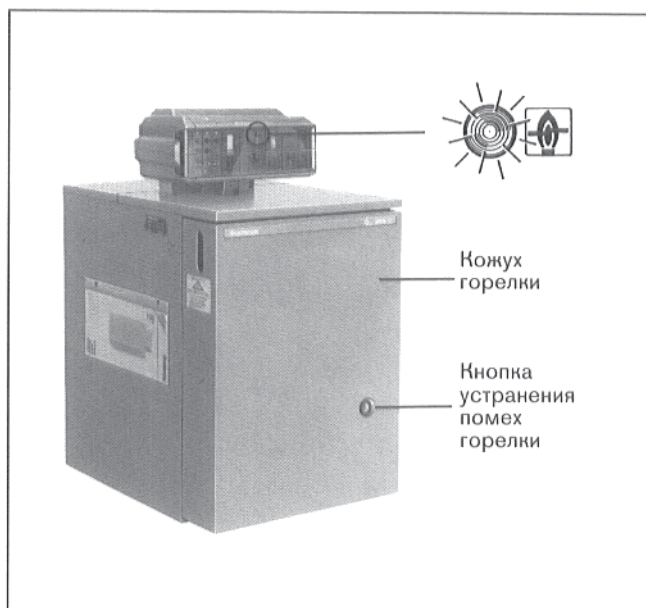

Рис. 3: Кнопка устранения помех горелки отопительного котла G-205 U
- Если светится контрольная лампочка у регулятора (рис. 3), то необходимо нажать кнопку для устранения помех горелки.